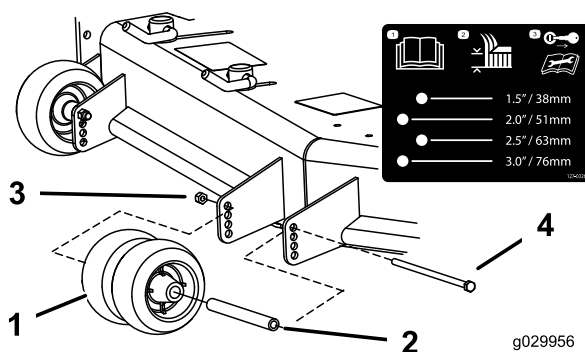
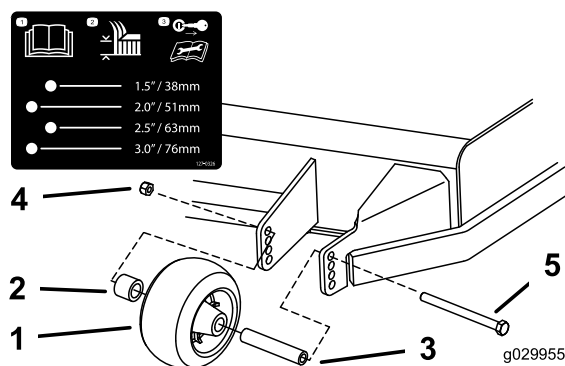
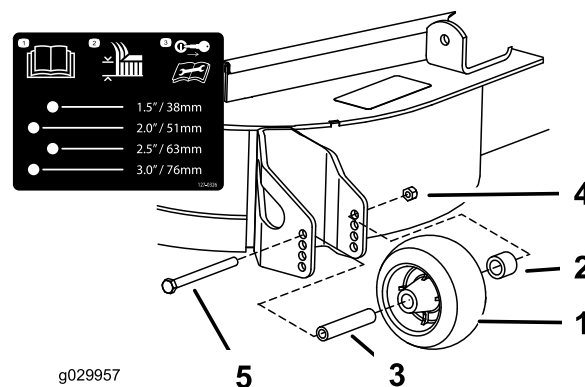

Figure 30
Figure 29
Figure 31
- Régalez les galets anti-scalp comme montré à la Figure 29, la Figure 30 et la Figure 31.